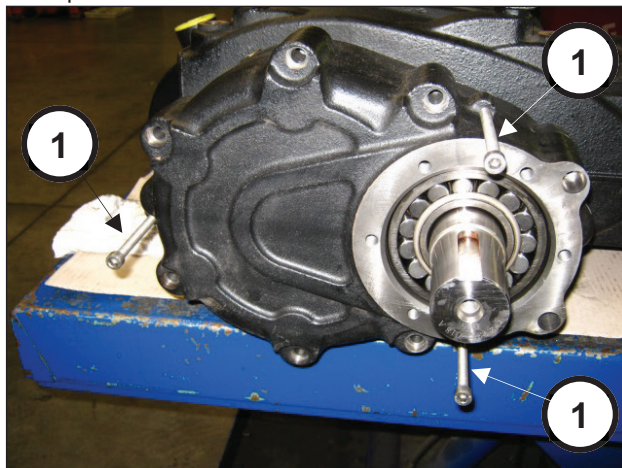

Fig. 7
Colocar 3 tornillos prisioneros o tornillos roscados M8 (pos. ①, Fig. 7) para utilizarlos como extractores, en los orificios correspondientes.